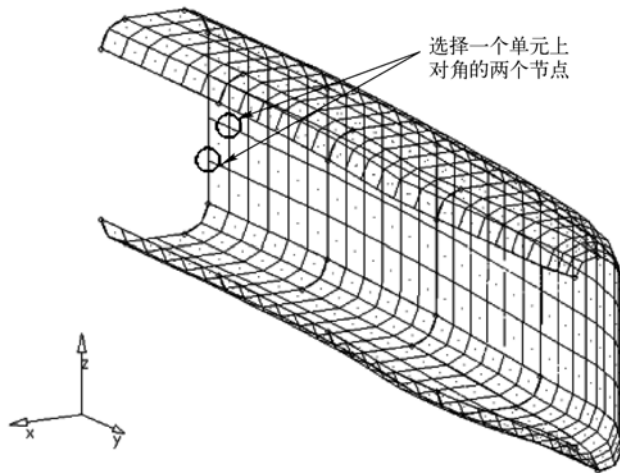

图 2-35 选择节点
(1) 选择 Geometry > Create > Lines > Standard Nodes 命令进入 Lines 面板。
(2) 使 node list 处于激活状态，在同一个单元的两个对角点处选择两个相对的点，如图 2-35 所示。